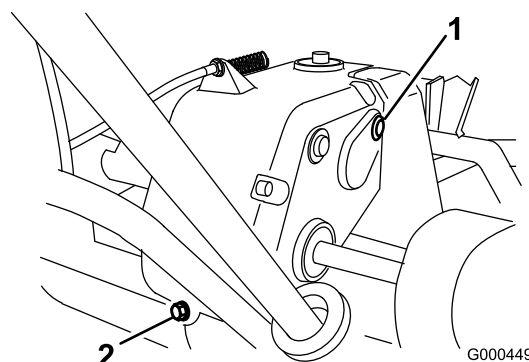

Figura 30
2. Retire a válvula de verificação/enchimento do lado direito da transmissão (Figura 30).